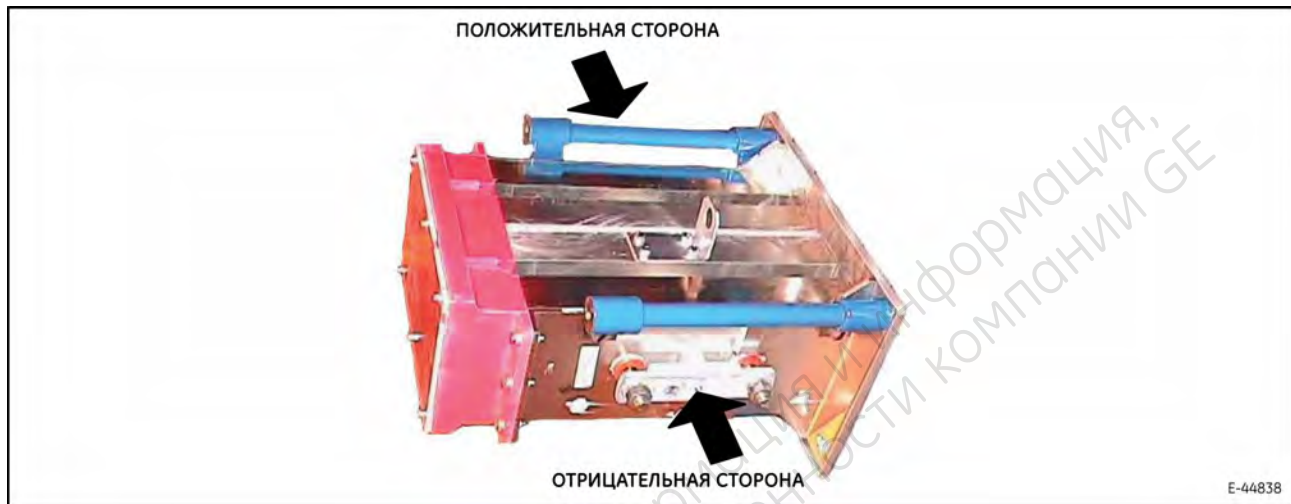

Рис. 37. Силовой модуль выпрямителя (RM).
1. Остановите дизель и переместите переключатель управления дизелем (EC) в положение Start («Пуск»), чтобы предотвратить включение аварийного сигнала.
5. Поддерживая модуль RM, снимите четыре гайки и шайбы. (рис. 37).